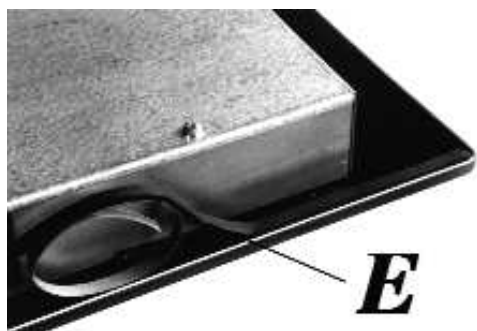

FIG. 9
- Retournez la table et positionnez correctement le côté adhésif du joint «E» (fig. 9) sous le bord du verre de manière à ce que le côté externe du joint coïncide parfaitement avec le bord périmétral externe du verre. Les extrémités des bandes doivent coïncider sans se chevaucher.